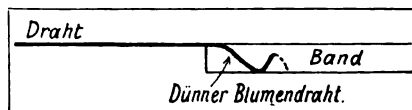

Abb. 13. Verbindung der Eisenbänder mit dem Draht.
und ziehe einen dünnen Draht durch die Löcher. Zerteile die Enden ab (A) und verbinde es mit dem Trägerdraht. Dann nagele man die Stützen mit Haken fest an ihre Stellen und ziehe die Drähre. An den Kurven nehme man statt des Drahtes dünne Eisenbänder, weil ersterer nachgibt, und befestige diese nach obiger Art. Eisenbänder erhält man in jedem Küchengeschäft für vierzig Pfennig 5 m. Die Verbindung der Eisenbänder mit dem Draht sieht man auf Abbildung 13. Wir empfehlen jedem Anfänger, erst eine gerade Strecke zur Probe anzulegen und dann, wenn sich die Bahn gebrauchsfähig gezeigt hat, zu den Kurven überzugehen.